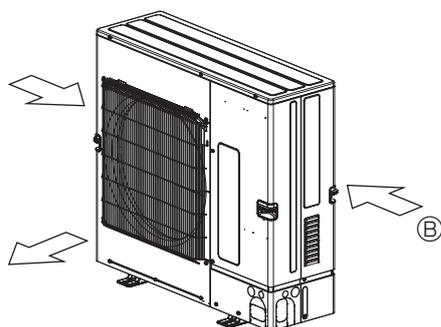

Fig. 2-6
- ③ Anbring om muligt enheden således, at luftudblæsningen blæser vinkelret på den fremherskende vindretning. (Fig. 2-6)